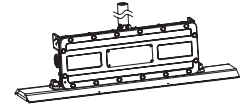

Figure 17
4. Lock the driver box cover with screws (Figure 17).
4. Verrouillez le couvercle de la boîte à boutons à l'aide des vis (Figure 17).